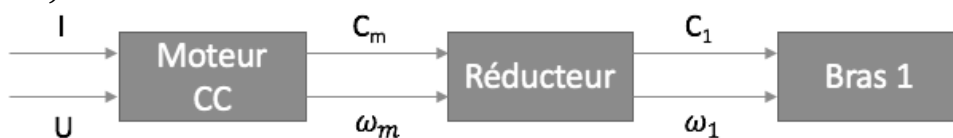

Fig.4 : chaîne d'énergie
- Le bras **1** est motorisé par l'intermédiaire d'un moteur à courant continu et d'un réducteur de vitesse (voir figure 4).